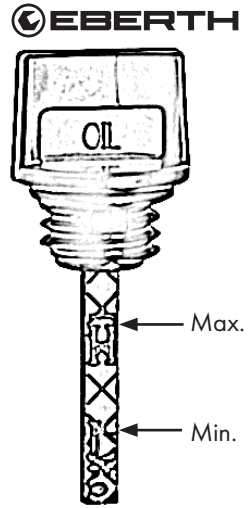

Figure 7
- Lisez le niveau d'huile, voir aussi la figure 7.
Il doit y avoir un film d'huile entre le repère supérieur et le repère inférieur. S'il n'y a pas de film d'huile, le niveau d'huile est trop bas, fig. 7. Ajoutez de l'huile. H-High signifie maximum. L-Low signifie minimum.